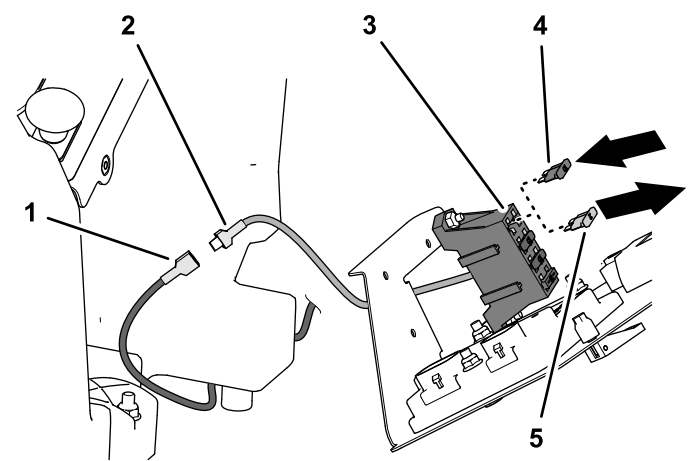

Figura 41
- 2. Enrute el cable de alimentación auxiliar (aislamiento verde) del arnés de cables (kit) hasta el compartimiento de controles del operador (Figura 41).
- 3. En el bloque de fusibles (Figura 41), conecte los siguientes pares de cables:
- 4. Instale el fusible (10 A) en el zócalo del bloque de fusibles (Figura 41).